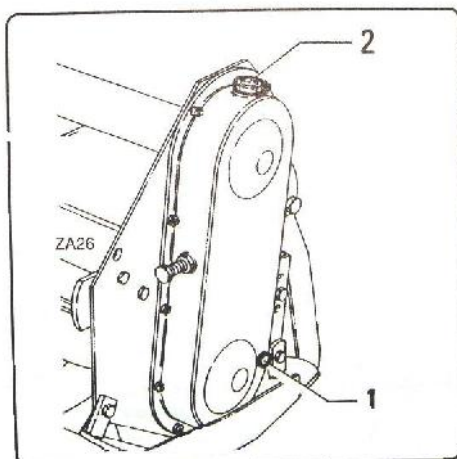

fig. 7.4.5
- Retirer le bouchon de niveau d'huile "1" fig.7.4.5 et vérifier que le niveau d'huile atteint le bord inférieur du corps de l'enveloppe